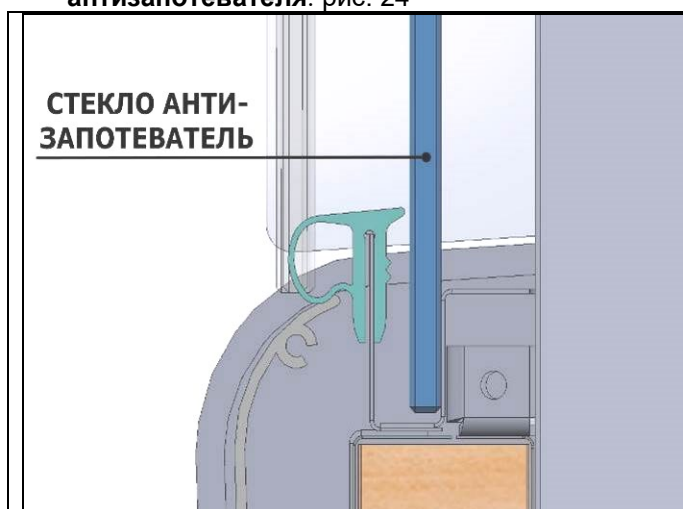

рис. 23
10. Аккуратно установить между прижимами антизапотевателей и вентиляционными панелями стекла-антизапотеватели 1248x210x6 (рис.23).